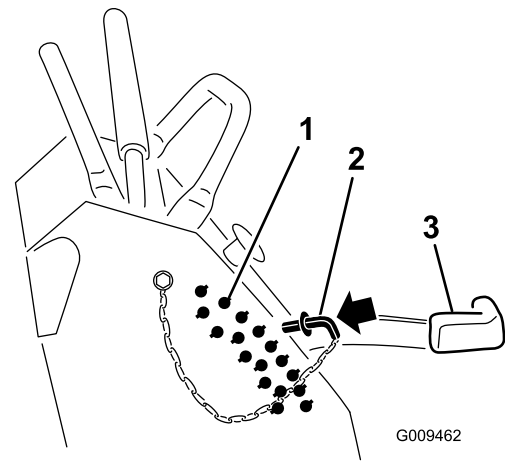

Figura 27
2. Seleccione um orifício, no suporte da altura de corte, que corresponda à altura de corte desejada e insira o pino (Figura 27).
3. Baixar a alavanca da altura de corte até ao pino (Figura 27).